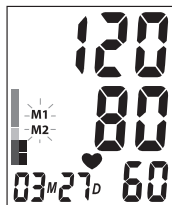

Рис. 4
5. В кінці виміру прозвучить звуковий сигнал, після чого прилад випустить все повітря з манжети і на дисплеї відобразиться результат виміру (рис. 4). На дисплеї блимає M1/M2, нагадування, що для збереження результатів потрібно вибрати пам'ять I або II, натиснути MEMORY I або MEMORY II відповідно. Якщо на протязі 3-х хвилин не вибрати пам'ять, результат не запам'ятовується, а прилад автоматично переходить в режим індикації дати і часу.